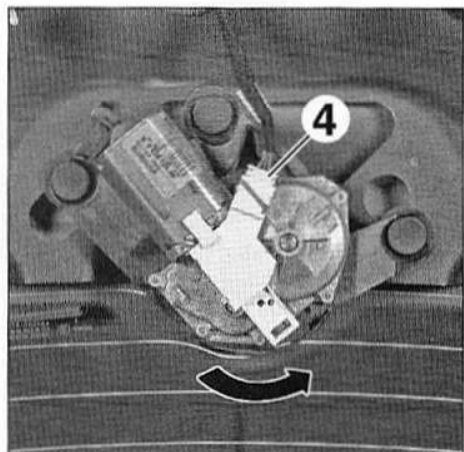

FIG.55
- Débrancher le connecteur (4) (Fig.55).